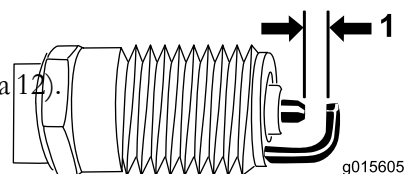

Рисунок 27
- Установите в свече зазор, равный 0,76 мм (Рисунок 27).